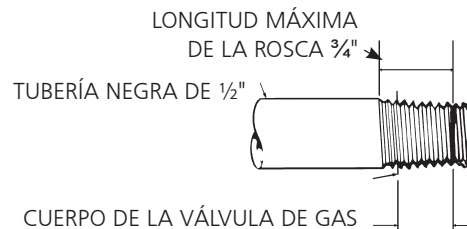

Figura 2. Requisitos de la conexión de la válvula de gas
- Las roscas machos de la tubería que se instalarán en la válvula de gas deben cumplir con los requisitos de la Figura 2. Las roscas más largas que las que se muestran en la figura podrían hacer que la válvula de gas se deforme y funcione mal.